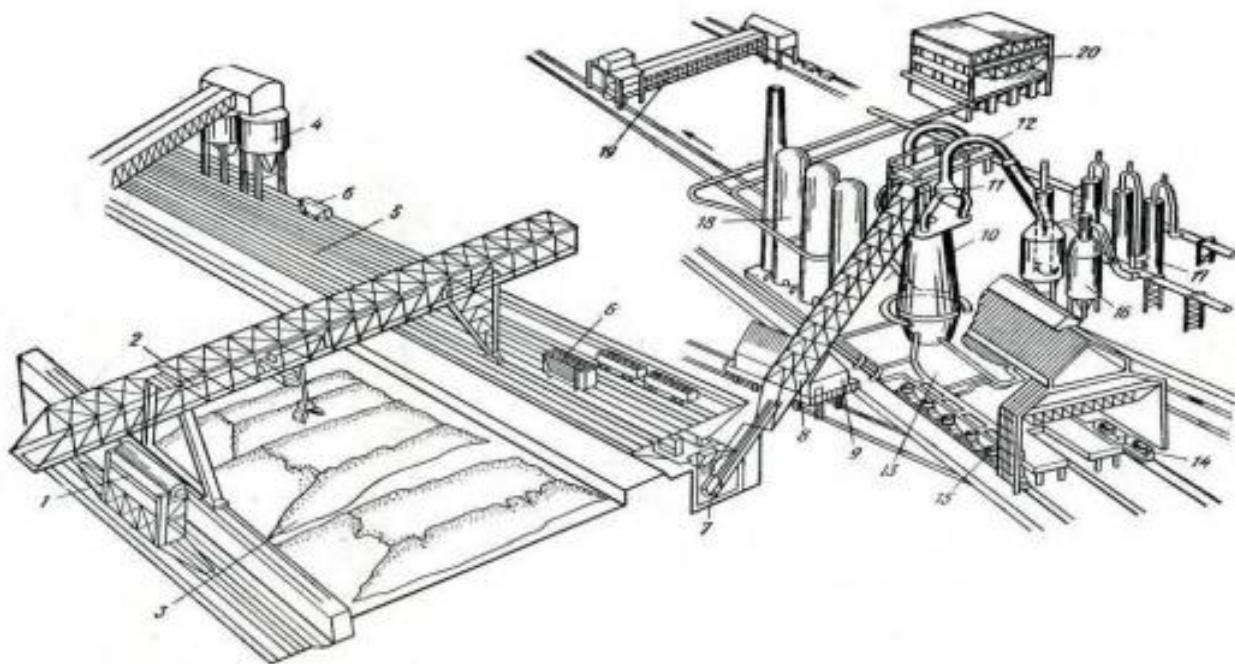

Рисунок 2– Устройство доменного цеха с рудным двором
2. Подпишите элементы доменного цеха, обозначенные на рис.2 цифрами